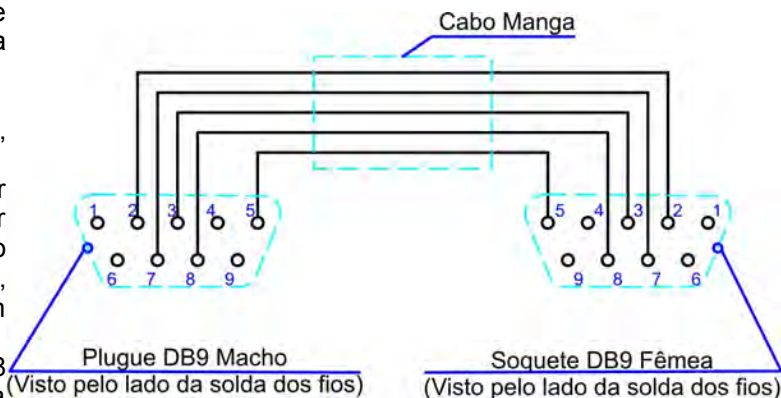

Figura 13: Cabo de comunicação serial.
- Operação em fluxo de potência direto e inverso sem a necessidade de TP especial para esta finalidade excetuado os casos de ligação em delta fechado em que o fluxo inverso seja determinado por barramento infinito (Mais detalhes em "Possibilidades de conexão - Delta", "Tensão de referência" e item 47 da tabela 7);
2. A comunicação serial com um computador pode ser feita por qualquer das portas e por qualquer das tomadas através de DNP3 ou do programa de comunicação, **ITBComm3**, disponível para download e instalação em <http://www.itb.ind.br/ITBComm3Stp.exe>, instalável em sistema operacional Windows 98 ou mais recente, e uma conexão entre a porta serial, USB, ou ótica do computador e as porta RS232, em plugue DB9, do frontal do controle através de um cabo serial ou USB tipo A ou ótica ST disponíveis no CTR-2. Se a porta serial do computador for um soquete DB9 Macho, o cabo a ser utilizado deverá ser ligado conforme diagrama da figura 13.